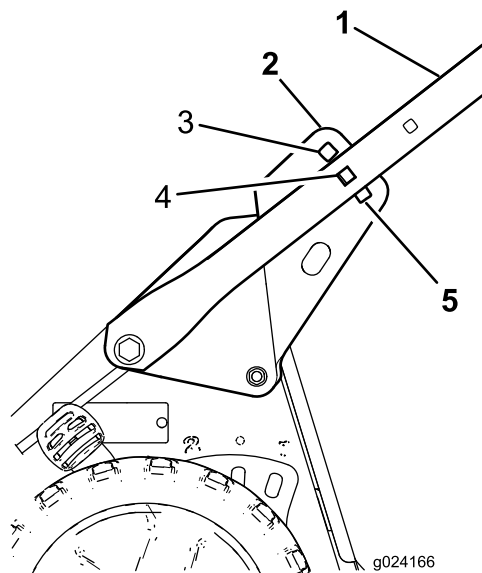

Figure 5
5. Tenez-vous à la position d'utilisation pour déterminer la hauteur du guidon qui vous convient le mieux (Figure 5).